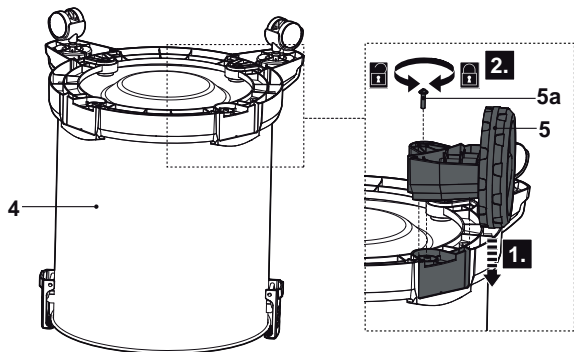

Fig. 3
> Alinhe e deslize as rodas traseiras (5) para os suportes. As rodas traseiras e a base de aspiração são assinaladas com os números 1 e 2. Insira a roda 1 na ranhura 1 na traseira do aspirador; insira a roda 2 na ranhura 2 na traseira do aspirador. Segure a ligação com os parafusos (5a) utilizando uma chave de fendas adequada (Fig. 3 e 4).